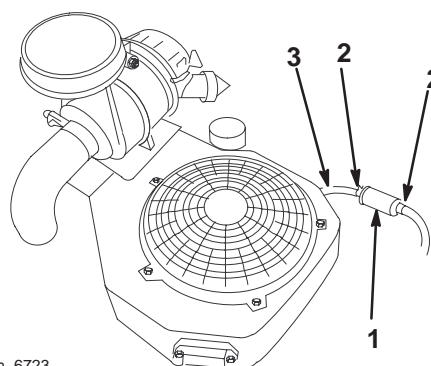

Figure 37
3. Desserrez le collier de serrage au niveau du filtre à carburant et repoussez-le le long de la conduite d'alimentation pour l'éloigner du filtre (Fig. 37).
4. Débranchez la conduite d'alimentation du filtre (Fig. 37).
6. Raccordez la conduite d'alimentation au filtre. Rapprochez le collier de serrage du filtre pour fixer la conduite d'alimentation (Fig. 37).
4. Pincez les extrémités des colliers et faites glisser ceux-ci pour les éloigner du filtre (Fig. 37).
6. Posez un filtre neuf et rapprochez les colliers de fixation du filtre (Fig. 37).